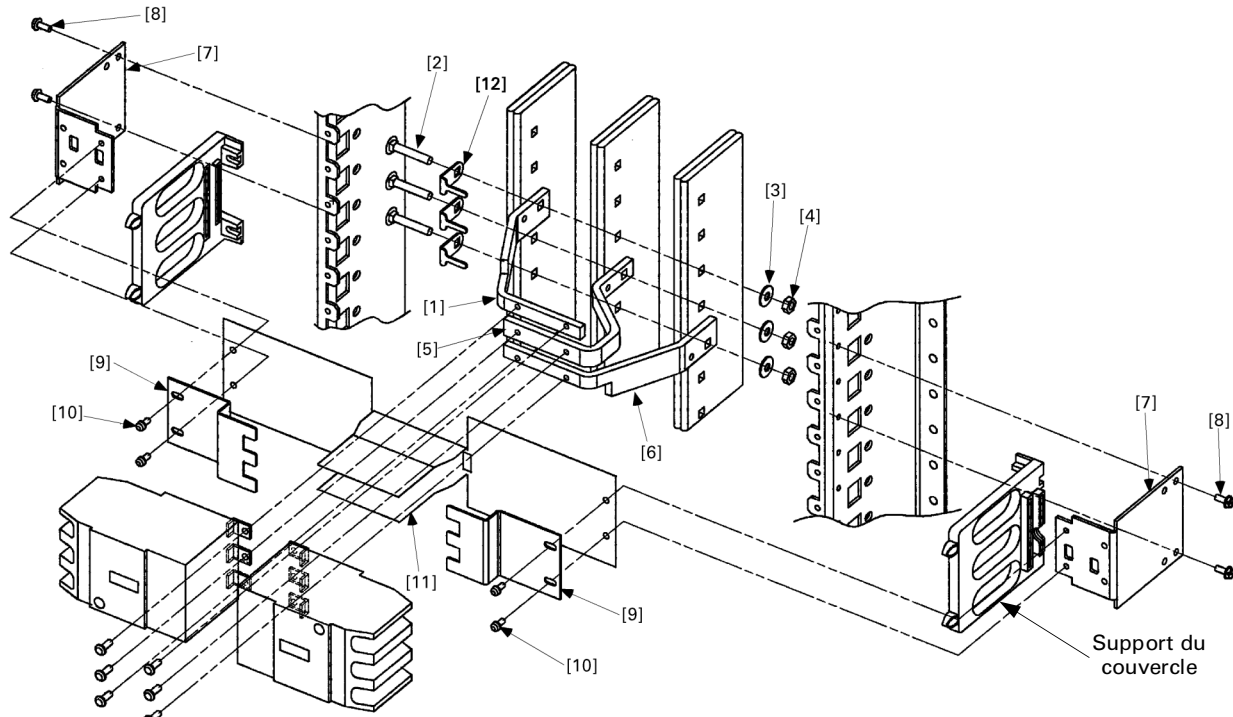
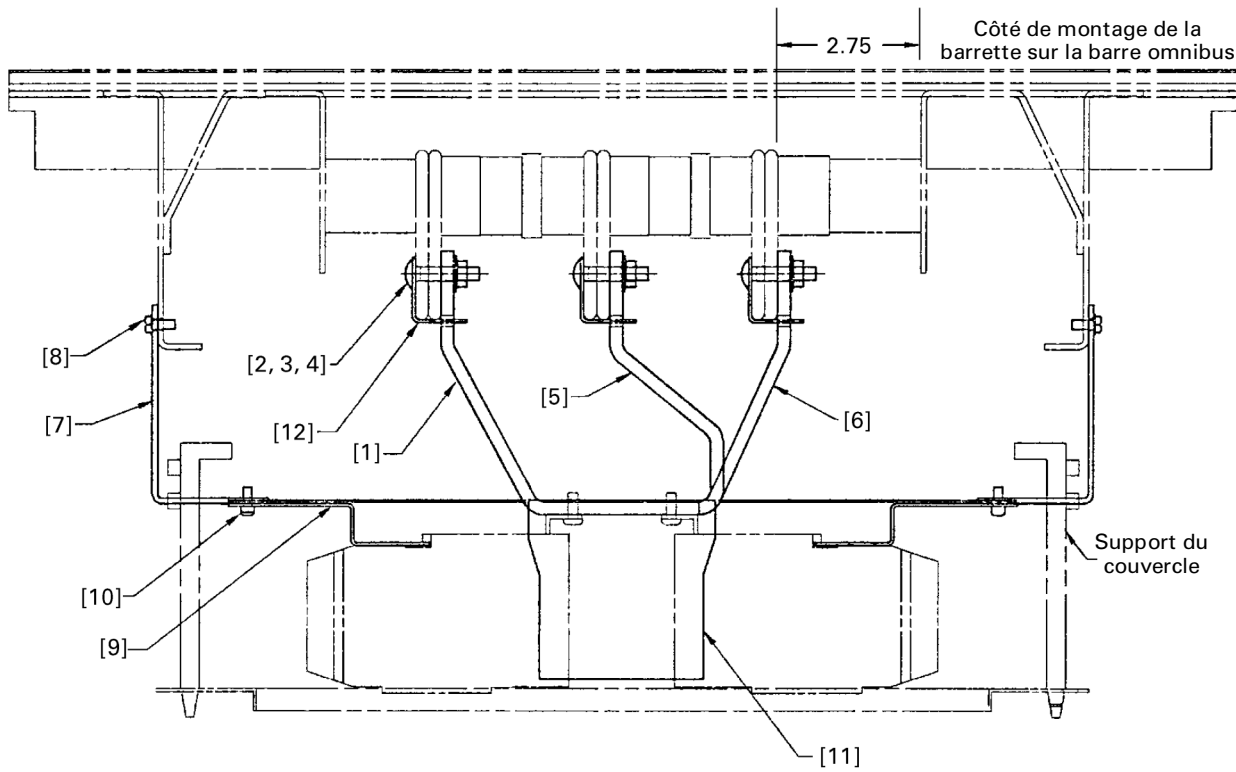
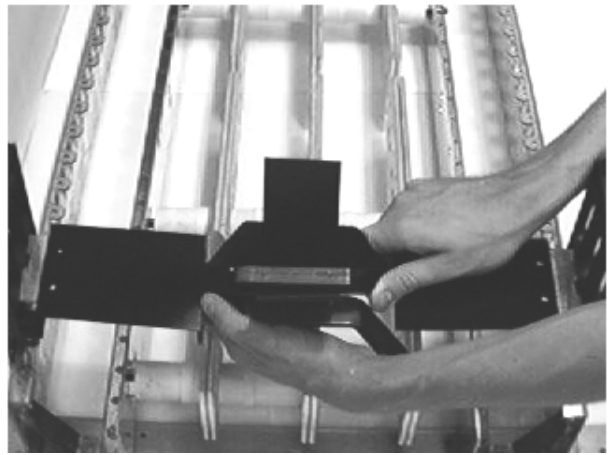

Figure 1. Montage de disjoncteurs TEY dans des intérieurs à boulonnage Spectra APNB.
Figure 2. Vue du bout de l'assemblage d'un montage de disjoncteurs TEY dans des intérieurs Spectra APNB.
Figure 3. Installation de l'isolateur de phase B.
2. Repérer le côté de l'intérieur ayant la distance de référence de 2.75 pouces. Les barrettes de disjoncteur sont montées sur le côté de la barre omnibus intérieure du panneau pour lequel la distance de la face de la barre omnibus verticale la plus rapprochée de la face intérieure du rail de support de barre omnibus est de 2.75 pouces, comme indiqué à la Figure 2.
3. Installer les barrettes de disjoncteurs. Pour les applications à trois phases (kit AMCB6EY), installer les barrettes en débutant par le pôle le plus éloigné de la dimension de 2.75 pouces comme montré aux Figures 1 et 2. Glisser une pièce antirotation [12] par-dessus la tige carrée du boulon de carrosserie [2], puis insérer l'assemblage du boulon dans la barre omnibus de la phase A, avec la tête de celui-ci à l'opposée de la dimension de 2.75 pouces. Mettre en position le trou carré de la barrette de pôle A [1] sur le boulon, avec la tige du soutien antirotation insérée dans le petit trou dans la barrette. Fixer avec une rondelle à ressort conique [3] et un écrou [4], laissant la connexion serrée lâchement. Répéter le processus pour le pôle B de la barrette [5] et la barrette de pôle C [6].
S'il s'agit de panneaux à phase simple, d'applications cc et de fins d'équilibrage des phases (kit AMCB4EY), la Table 2 liste les possibilités de configurations. Aligner les assemblages appropriés de barrettes [1, 5, 6] avec les trous correspondants dans la barre omnibus verticale, tel que montré aux Figures 1 et 2. Fixer lâchement avec un boulon de carrosserie [2], une rondelle conique [3] et un écrou [4] chaque assemblage de barrette à la barre omnibus verticale, tel que décrit pour le kit à trois phases. Lors de l'installation de n'importe laquelle des configurations de barrettes deux pôles de la Table 2, assurez-vous d'installer les barrettes dans un ordre standard de rotation des phases. Lors de l'installation d'un disjoncteur deux pôles et d'un disjoncteur trois pôles dans un assemblage double dérivation, arranger les barrettes dans la configuration typique trois pôles, tel que montré à la Figure 2.
4. **Installer les soutiens de montage de disjoncteur les plus bas et les supports de couvercle.** Fixer les soutiens de montage de disjoncteur les plus bas [7] aux rails latéraux de panneau avec les vis autotaraudeuses [8], tel qu'illustré à la Figure 1. Serrer les vis à 35 lb.-po. Glisser les supports de couvercle (inclus dans le kit de couvercle de disjoncteur) sur chaque soutien, avec les onglets de montage orientés vers l'intérieur, jusqu'à ce qu'ils cliquent en place, tel que montré à la Figure 1. Utiliser l'ouverture la plus élevée sur châssis de support de couvercle. Les supports de couvercles peuvent être retirés facilement en insérant une lame de tournevis dans l'ouverture sous l'assemblage de soutien de montage et en soulevant doucement vers le bas tout en retirant le couvercle.
5. **Installer l'isolateur et les soutiens de montage supérieurs.** Aligner les extrémités libres de l'isolateur de phase B [11] avec les trous filetés #8 correspondants sur la face supérieure des soutiens de montage inférieurs, tel que montré à la Figure 3. Placer les soutiens de montage supérieurs [9] sur le haut des extrémités de l'isolateur et les aligner avec les trous, tel que montré à la Figure 1. Fixer l'assemblage qui en résulte avec les vis #8-32 avec rondelles de retenue [10], laissant les vis serrées lâchement. Glisser les soutiens à leurs positions les plus éloignées.